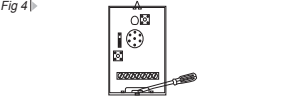

Fig 4) ORIFICIOS DE MONTAJE (INSTALACION EN SUPERFICIE) ORIFICIO PARA CABLE
2) Extraiga el PCB a fin de facilitar el cableado (Ver Fig. 4).